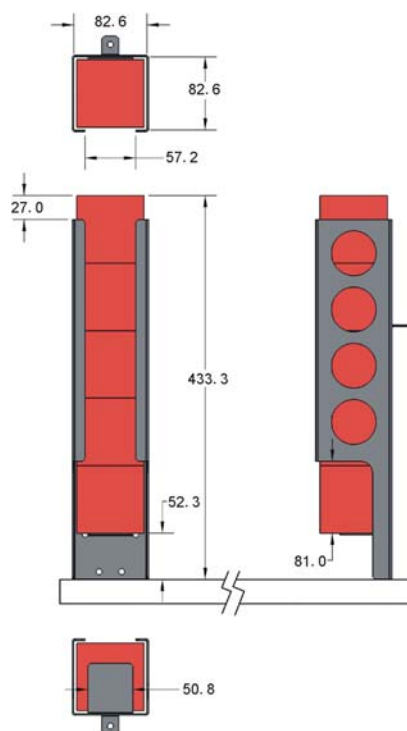

图 7 自动装载装置尺寸（单位：mm）
3.2.7 比赛中，可以用来得分的方块共有 58 个，红色和蓝色的各有 29 个。其中有 18 个（红、蓝各 9 个）方块码放在大奖方块上；20 个（红、蓝各 10 个）方块放在自动装载装置（位置见图 3，结构与尺寸见图 7）；6 个（红、蓝各 3 个）方块排放在赛场上（场地纸上有相应标记），6 个（红、蓝各 3 个）方块排放在本联队的两个启动区边上，如图 3 所示。比赛开始前还给每个联队分配 4 个方块，可以预先装入参赛机器人内。如这 4 个方块未能放入机器人，则不允许将它们再放回比赛场地。合法的预装是方块与机器人接触但没有接触比赛场地和其它方块。